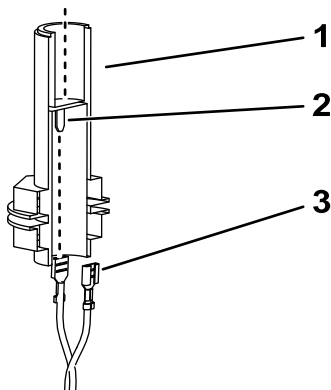

Bild 5
- Schließen Sie die freien Anschlüsse des Rundumleuchten-Kabelbaums an die Flachstecker an der Rundumleuchtenfassung an (Bild 5).